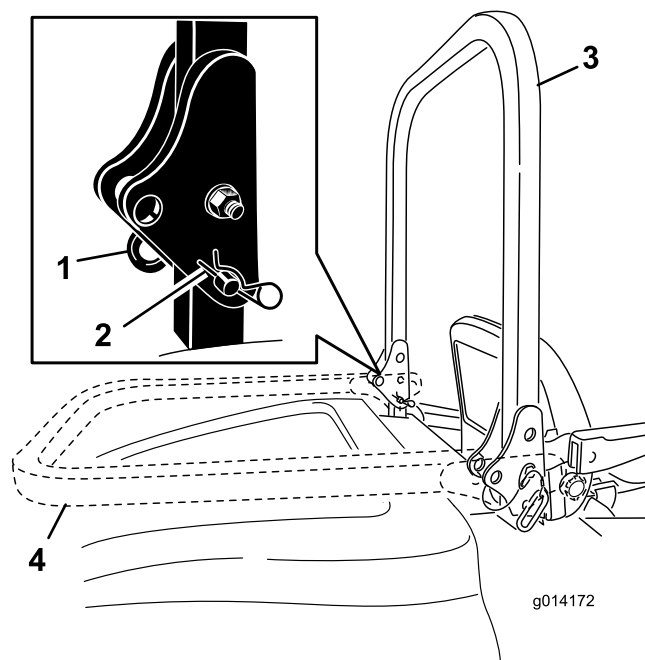

Figura 10
1. Per abbassare il roll bar, togliete le coppiglie, spingete in avanti il roll bar contro le molle e togliete le due spine (Figura 10).
2. Abbassate il roll bar (Figura 10).
3. Montate le due spine e fissatele con le spine delle coppie (Figura 10).
4. Per alzare il roll bar togliete le spine delle coppie e le due spine (Figura 10).
5. Alzate completamente il roll bar e montate le due spine, quindi fissatele con le spine delle coppie (Figura 10).